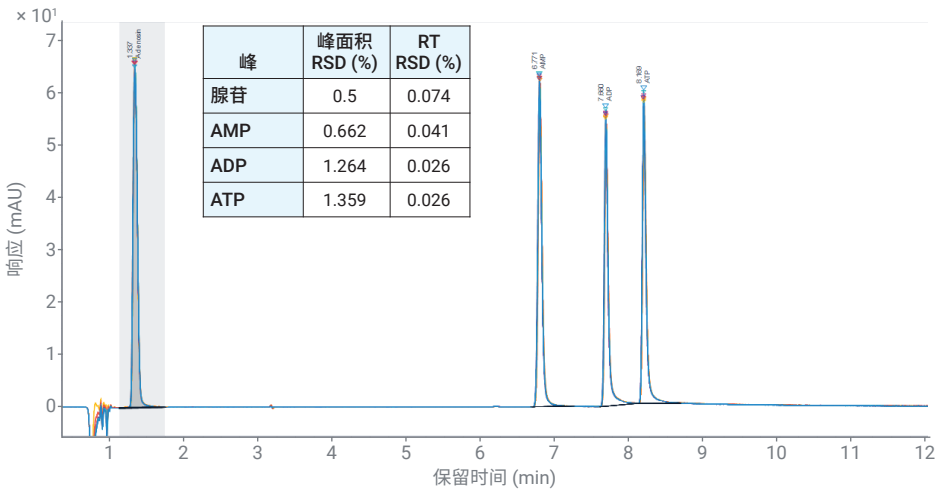

图 1. 使用 Agilent 1260 Infinity II 生物惰性液相色谱仪通过七次连续运行分离核苷酸
使用 Agilent 1260 Infinity II 生物惰性液相色谱仪进行的第一个分析流程结果如图 1 所示。四个峰均实现基线分离，并且峰形良好，保留时间 (RT) 和峰面积的相对标准偏差 (RSD) 较低。需要注意的是，与反相色谱相比，HILIC 在峰形方面可能面临挑战，因为在 HILIC 中不利的次级相互作用更为常见^[6]。考虑到 HILIC 色谱的严格要求，峰形表现良好，拖尾非常小。